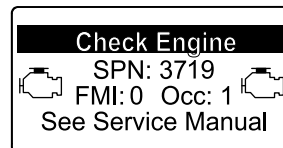

Figura 47
- Se è necessaria una rigenerazione di recupero, viene visualizzata un'avvertenza motore nell'InfoCenter SPN 3719, FMI 16 (Figura 47) e il computer riduce la potenza del motore all'85%.